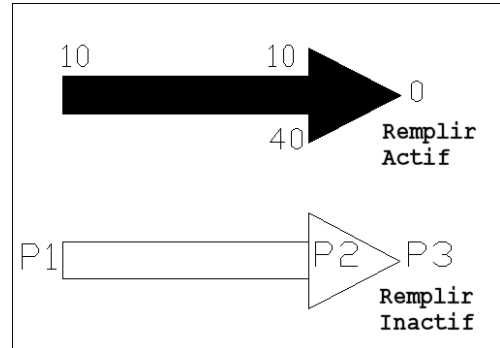

Fig.4.41
- 7] Appuyer sur Entrée pour terminer la commande. Le résultat est le dessin d'une flèche (fig.4.41).